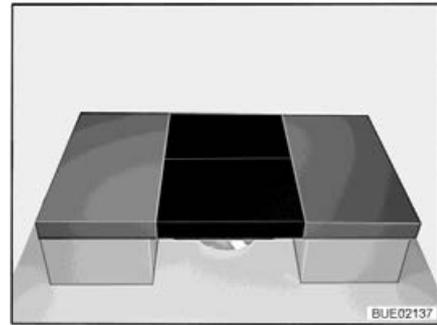

Bild 165 Nach dem Umbau
- Zwei Zusatzpolster auf den Tisch legen (siehe Bild 165).